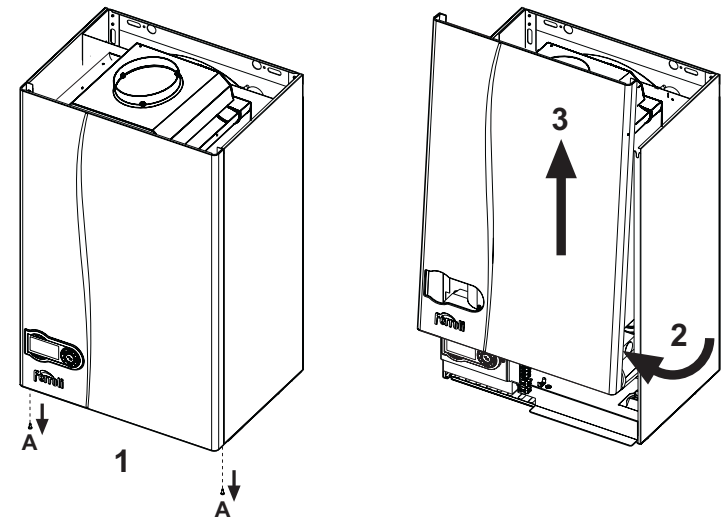

fig. 21 - Apertura de la carcasa
1. Desenroscar los tornillos A (véase fig. 21).
2. Girar la carcasa (véase fig. 21).